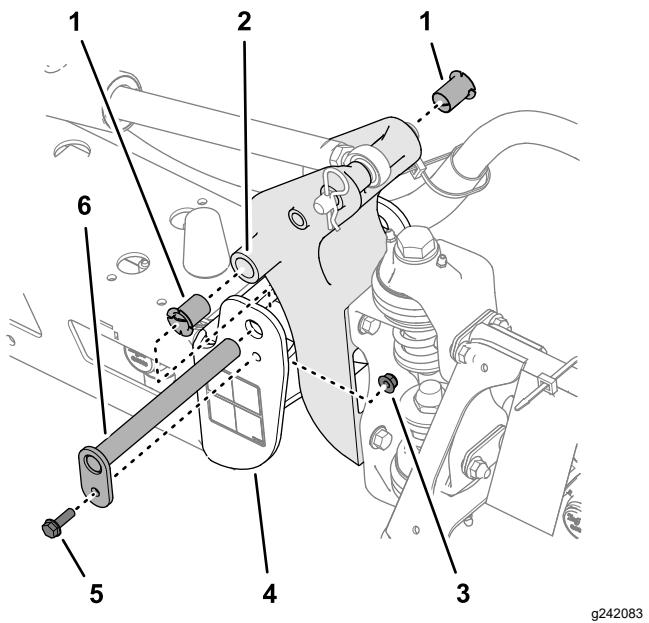

Рисунок 110
3. Отверните болт и гайку, которые крепят ось поворота, и снимите ось поворота (Рисунок 110).
5. Снимите и осмотрите нейлоновые втулки с передней и задней сторон кронштейна шарнира (Рисунок 110).
6. Нанесите тонкий слой масла на нейлоновые втулки и установите их в кронштейн оси поворота (Рисунок 110).
7. Совместите отверстия в кронштейне шарнира с отверстиями в швейлере (Рисунок 110).